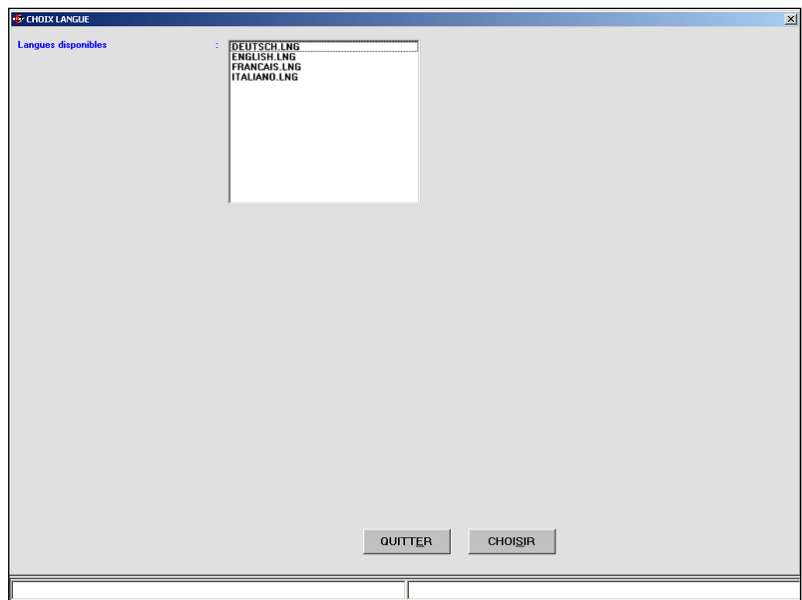

Fig. 7.2 - Utilités - choix langue
4. sélectionner le fichier de langue dans le carré "LANGUES DISPONIBLES" (voir figure 7.2),